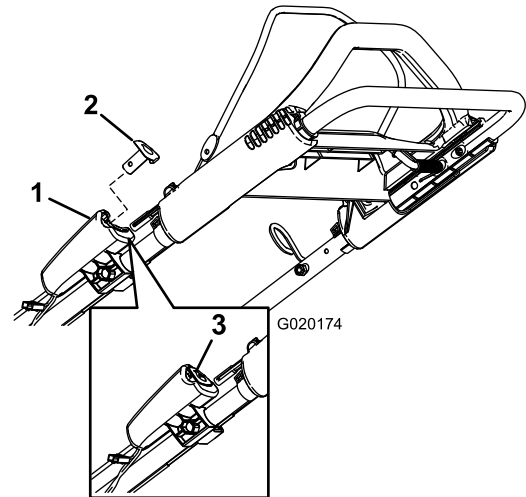

Figura 17
2. Presione el botón de arranque eléctrico hasta que el motor arranque (Figura 17).
Nota: Si se ha retirado el botón de arranque eléctrico, introdúzcalo en el arrancador eléctrico; consulte Figura 17.